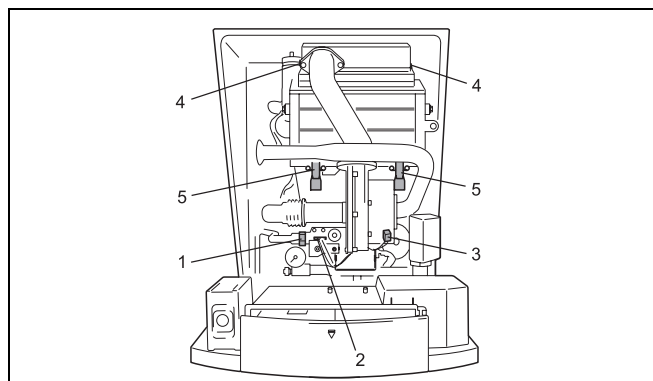
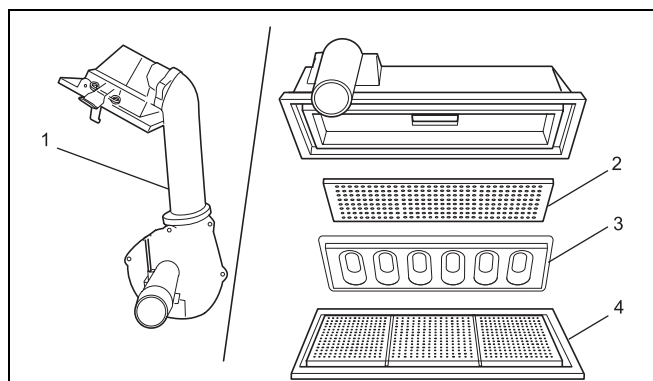

Fig. 31 Togliere i collegamenti
Fig. 32 Pulizia della copertura del bruciatore, della piastra di distribuzione gas/aria, della piastra forata e del bruciatore
- Allentare i due fermagli di fissaggio (fig. 31, pos. 4) della copertura del bruciatore e togliere la copertura del bruciatore con il ventilatore e la valvola del gas (fig. 31, pos. 1). Togliere quindi la piastra di distribuzione gas/aria (fig. 32, pos. 2), la piastra forata (fig. 32, pos. 3) e il bruciatore (fig. 32, pos. 4).
- Allentare i fermagli di fissaggio (fig. 31, pos. 5, pagina 33) del raccoglitore di condensa e togliere il raccoglitore di condensa.